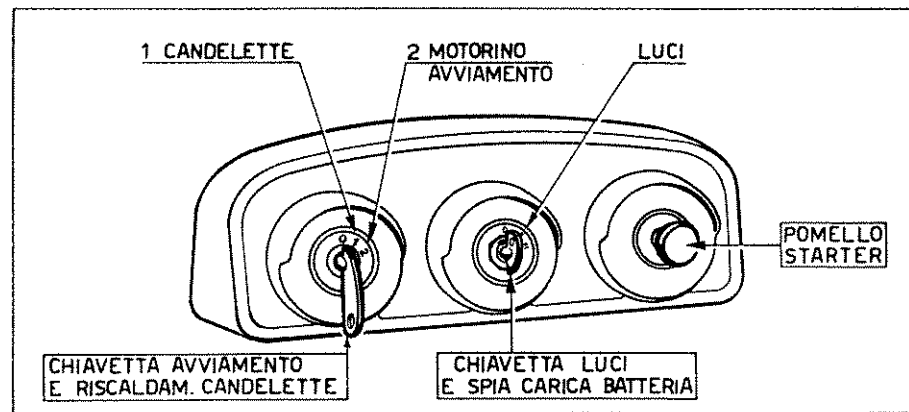

Fig. 17 - COMANDI SUL CRUSCOTTO
B) Inserire la chiavetta di commutazione nel quadretto luci (Fig. 17) e spingere a fondo nella posizione « O »: si deve accendere la luce rossa della spia dinamo. (Questa spia si spegne quando il motore è in moto; ciò significa che la dinamo carica regolarmente la batteria).
C) Girare la chiavetta avviamento (Fig. 17) nella posizione 1 e mantenerla
- Inserire la chiavetta di commutazione nel quadretto luci (Fig. 17) e spingere a fondo nella posizione «O»: si deve accendere la luce rossa della spia dinamo. (Questa spia si spegne quando il motore è in moto; ciò significa che la dinamo carica regolarmente la batteria).